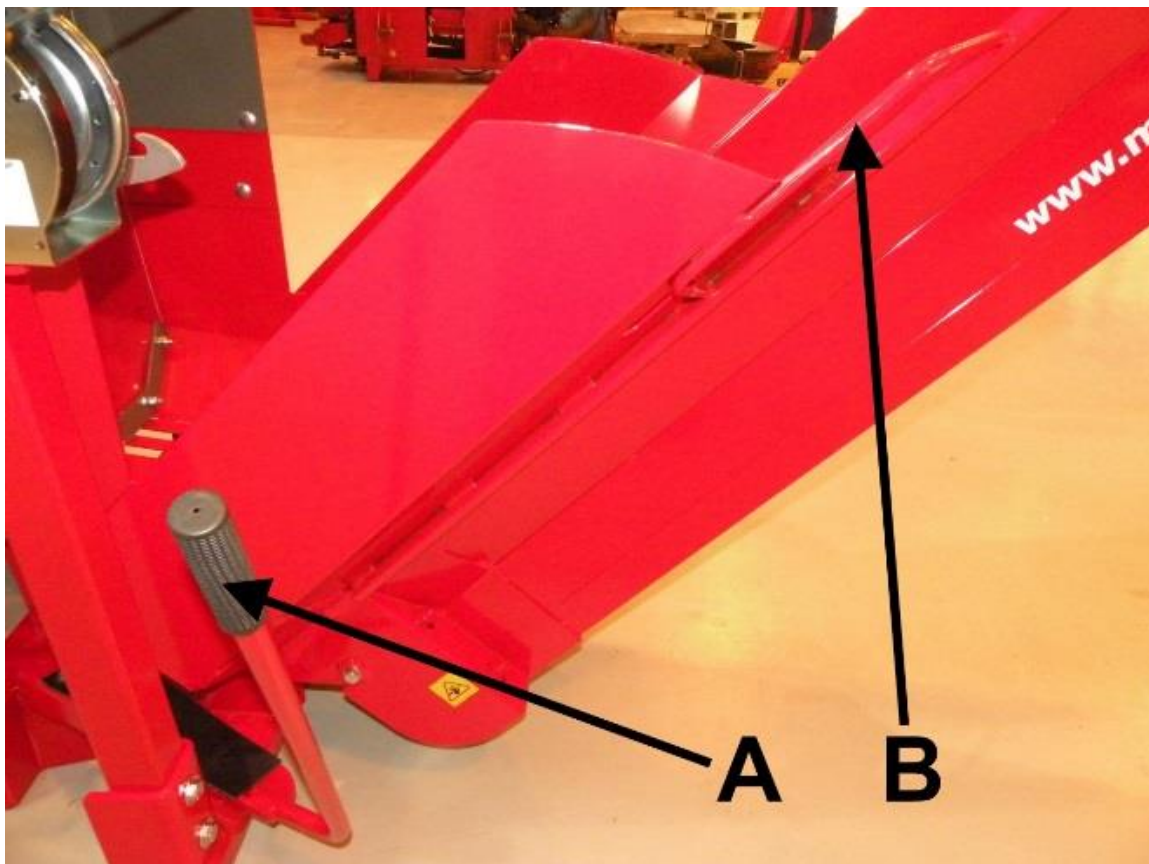

Bild 16.
- F. Inmatningstransportörens inmatningsspak. Inmatningstransportörens band rullar framåt när spaken F på bild 16 förs till höger.
I vedmaskinen Hakki Pilke Raven rullar utmatningstransportörens band med hjälp av en hydraulisk motor. Utmatningstransportören kan justeras i sido- och höjddled. Vänd transportören i sidled (tilläggsutrustning) med ställspak A och handtag B på bild 16 enligt följande:
Frigör transportören från låsningen genom att trycka spak A på bild 16 mot transportören och sväng transportören till önskat läge med handtag B.